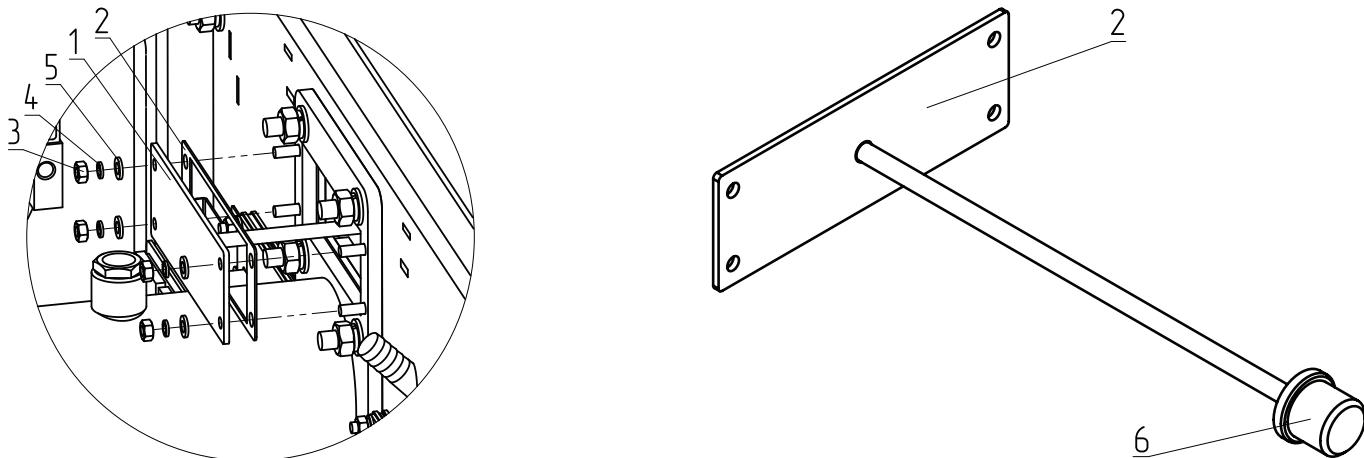

Рис.9 Установка заглушки автоподжига в ретортной горелке ZOTA Stahanov 85-135 кВт
В ретортной горелке котлов ZOTA Stahanov 85-135 кВт необходимо установить заглушку устройства автоподжига как показано на **Рис.9**.
Внимание! Если заглушка устройства автоподжига (**Рис.9**) не установлена это приводит к дымлению из горелки и некорректной работе котла.
1. Установите прокладку (**Рис.9, поз.2**) на заглушку;
2. Установите заглушку автоподжига (**Рис.9, поз.1**) пробкой (**Рис.9, поз.6**) вперёд до упора, как показано на **Рис.9**;
3. Зафиксируйте заглушку гайками, шайбами пружинными и шайбами (**Рис.9, поз.3, поз.4, поз.5**).